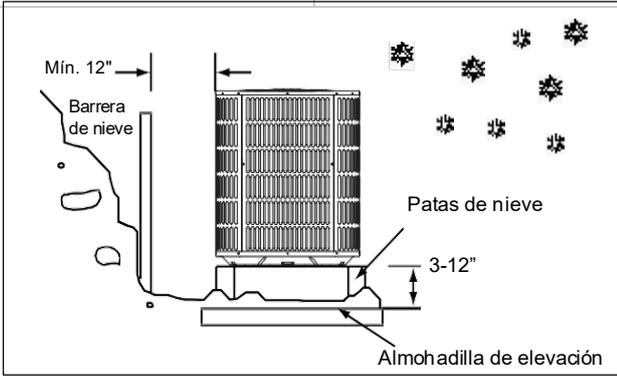

Figura 4
- Las unidades deben elevarse de 3 a 12 pulgadas sobre la plataforma o el techo, según el clima local. Esta altura adicional permitirá el drenaje de la nieve y el hielo derretidos durante el ciclo de descongelación antes de su recongelación. Asegúrese de que los orificios de drenaje en la bandeja base de la unidad no estén obstruidos, evitando el drenaje del agua de descongelación (Figura 4).